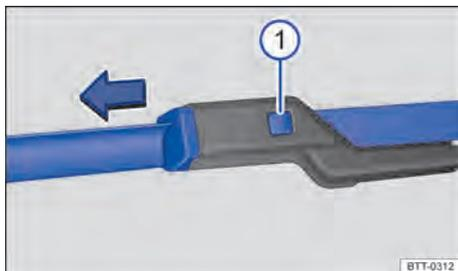

Fig. 210 Substituir as palhetas dos limpadores do para-brisa.
- Manter o botão de destravamento → Fig. 210 ⓘ pressionado e, ao mesmo tempo, retirar a palheta dos limpadores do para-brisa no sentido da seta.